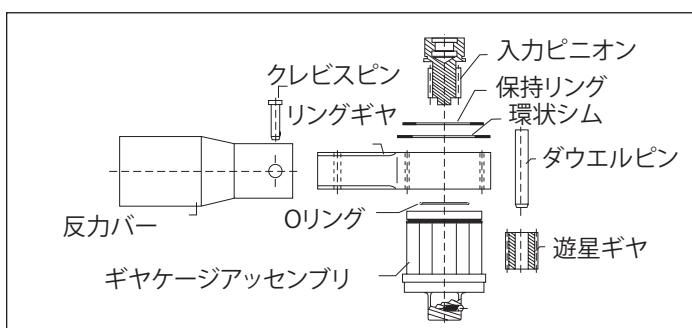

図4
- 保持リングと環状シム(図4)をトルクマルチプライヤーのハウジングの入力側から取り外します。
- 入力ピニオンをギヤケージアッセンブリーから引っ張りながらねじって取り外します。アーバープレスを使ってダウエルピンを遊星ギヤから取り外します(図4)。